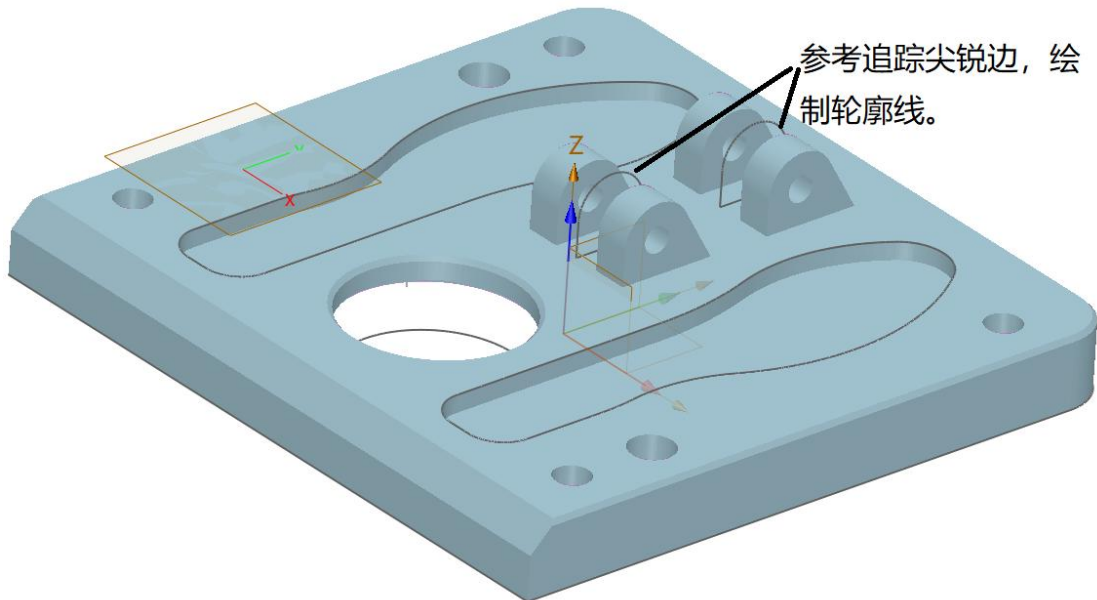

图 9-17 绘制草图
10、凸台绘制，在 YZ 平面绘制草图，如图 9-17 所示。